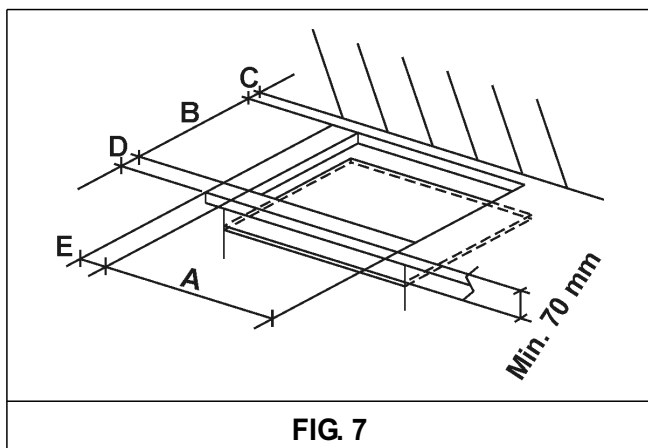

FIG. 7
No tampo do móvel componível, é necessário fazer uma abertura para o encaixe com as dimensões indicadas na fig. 7, certificando-se de que sejam respeitadas as dimensões críticas do espaço no qual o aparelho deve ser instalado (ver as figs. 7 e 8).
- Para evitar possíveis contactos acidentais com a superfície da caixa da placa sobreaquecida durante o respectivo funcionamento, é necessário aplicar uma separação de madeira fixada por parafusos a uma distância mínima de 70 mm do tampo do móvel (fig. 7).